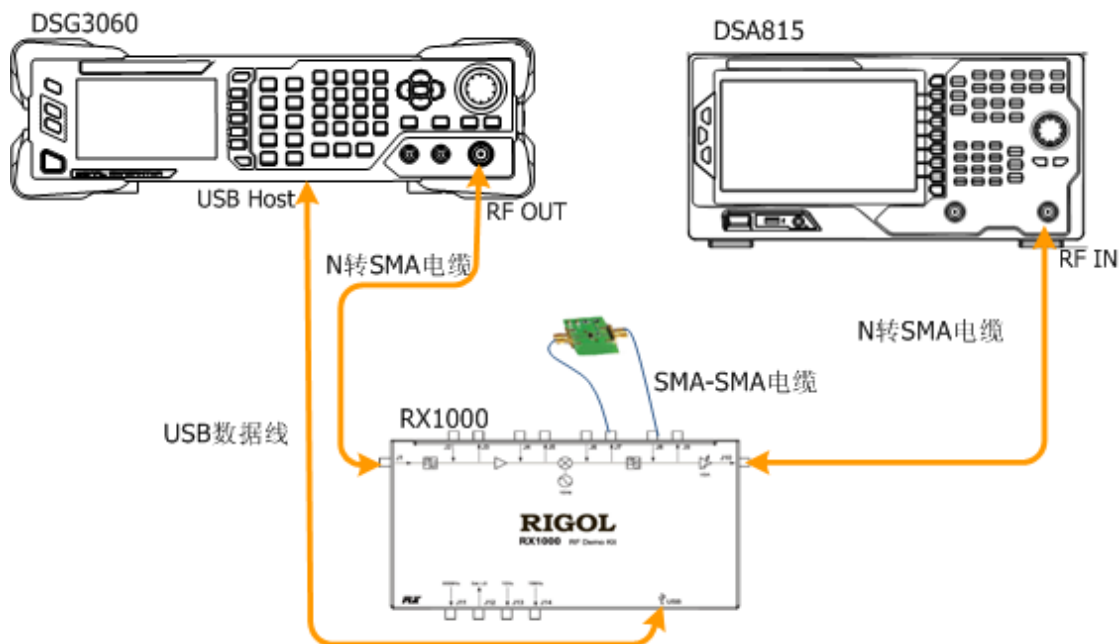

图 9 滤波器性能对系统的影响
- 按图 9 所示，使用 USB 数据线连接 DSG3000 系列射频源和 RX1000；使用一根 N-SMA 线缆连接 RX1000 的 J1 端子和射频源的 RF 输出端；使用另一根 N-SMA 线缆连接 RX1000 的 J10 端子和频谱仪的射频输入端；使用两根 SMA-SMA 线缆将低通滤波器连接至 J7 和 J8（替换模块内部低通滤波器）。